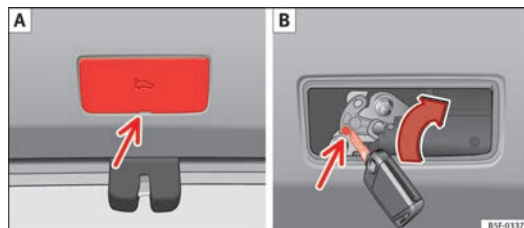

Fig. 59 Detalle del maletero: acceso al desbloqueo de emergencia.
- Retire la tapa por la ranura con ayuda de un destornillador ⇒ fig. 59 A.
- Introduzca la llave en el orificio previsto y gírela en el sentido de la flecha hasta liberar el pestillo ⇒ fig. 59 B.